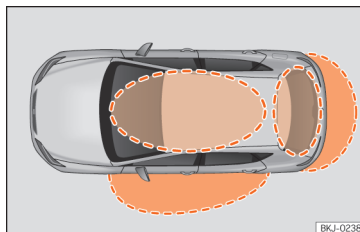
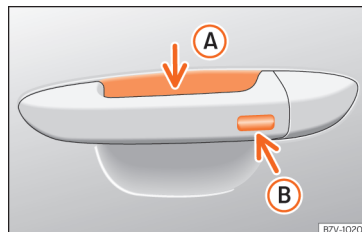

Fig. 84 Keyless Access: zonas de proximidade.
Fig. 85 Manípulo da porta: superfícies sensoras
» » Fig. 85
O Keyless Access é um sistema de fecho e arranque sem chave com o qual se pode destrancar e trancar o veículo sem utilizar ativamente a chave do mesmo. Para isso, só é necessário que exista uma chave do veículo válida na zona de deteção correspondente à tentativa de acesso ao veículo » » Fig. 84 e tocar numa das superfícies sensoras dos manípulos das portas » » Fig. 85 » » .
Se se encontrar uma chave válida numa das zonas próximas »» **Fig. 84**, o sistema de fecho e arranque sem chave Keyless Access confere à referida chave direitos de acesso quando se toca numa das superfícies sensoras dos manípulos das portas dianteiras.
- Agarre no manípulo da porta do condutor. Ao fazê-lo, toca-se na superfície sensora »» **Fig. 85 (A)** (seta) do manípulo e destranca-se o veículo.
- Toque *uma vez* na superfície sensora de trancagem »» **Fig. 85 (B)** (seta) do manípulo da porta do condutor. A porta cujo manípulo se aciona deverá estar fechada.
- Toque *uma vez* na superfície sensora »» **Fig. 85 (B)** (seta) do manípulo da porta do condutor. O veículo é trancado com o sistema de segurança «Safe» »» **Página 110**. A porta cujo manípulo se aciona deverá estar fechada.
- Toque *duas vezes* na superfície sensora »» **Fig. 85 (B)** (seta) do manípulo da porta do condutor para trancar o veículo sem ativar o sistema de segurança «Safe» »» **Página 110**.
Quando o veículo está trancado, a porta da bagageira destranca-se automaticamente ao abri-lo se numa zona próxima »» Fig. 84 se encontrar uma chave do veículo válida.
- Pressione o botão de fecho  do comando à distância e toque uma vez, dentro dos 5 segundos seguintes, na superfície sensora de bloqueio do manípulo da porta do condutor »» Fig. 85 (B). Não agarre o manípulo da porta, caso contrário o veículo não trancará.
Para **fechar com a função de conforto** todas as janelas elétricas e o teto de vidro, mantenha um dedo durante uns segundos sobre a superfície sensora de bloqueio »» Fig. 85 (B) (seta) do manípulo da porta até que as janelas e o teto se tenham fechado.
caso existisse alguma chave do veículo válida na zona próxima. Se, pelo menos, uma das janelas com acionamento elétrico estiver aberta e se se ativar a superfície sensora »» Fig. 85 B (seta) de um dos manípulos de forma permanente, fechar-se-ão todas as janelas.